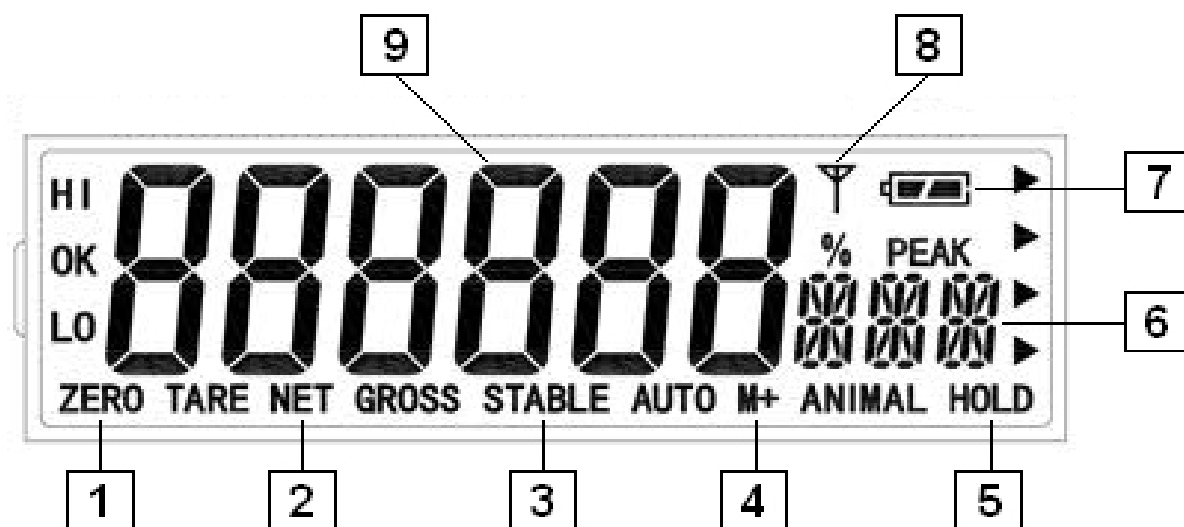

Рис. 3
*Значения индикации ПДУ, представленные на рис.3, но не приведенные в таблице 5 в данной модели весов, не используются.*
Подключите штекер сетевого адаптера к ПДУ весов, а затем подключите адаптер к сети. Включите ПДУ. На ПДУ весов должен загореться индикатор заряда аккумулятора ПДУ (см. п.6.2, табл.5, рис.3). Индикатор заряда ПДУ весов имеет три режима работы (см. табл. 7).